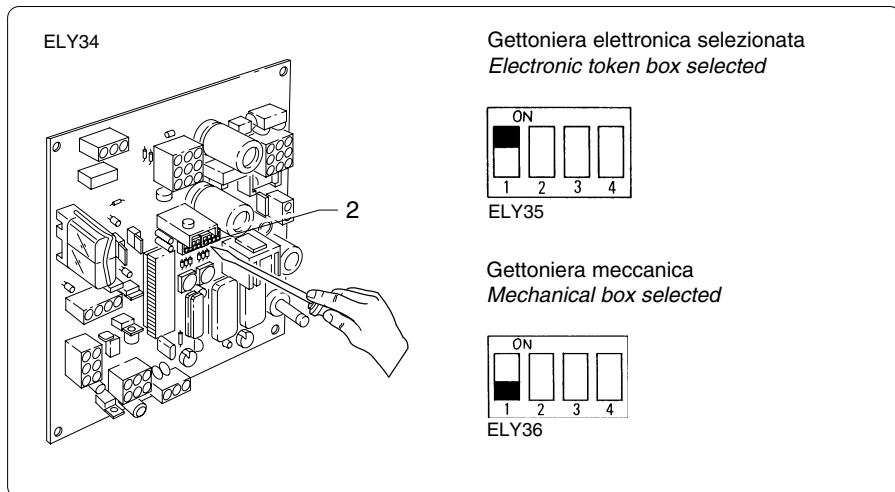

fig. 5.3.5
Per selezionare il funzionamento della gettoniera standard od elettronica, disporre i dip-switches "2" (dx) disponendo ogni singolo dip-switch come indicato in fig. 5.3.5.
*To select the standard token box or the electronic one, position the dip-switches "2" (right-hand side) as indicated in figure 5.3.5.*